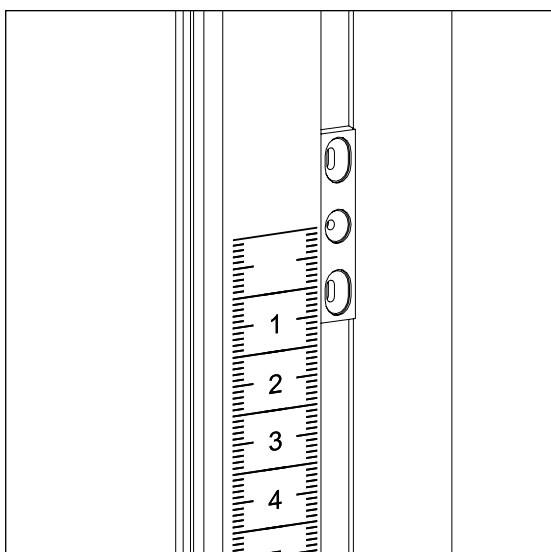
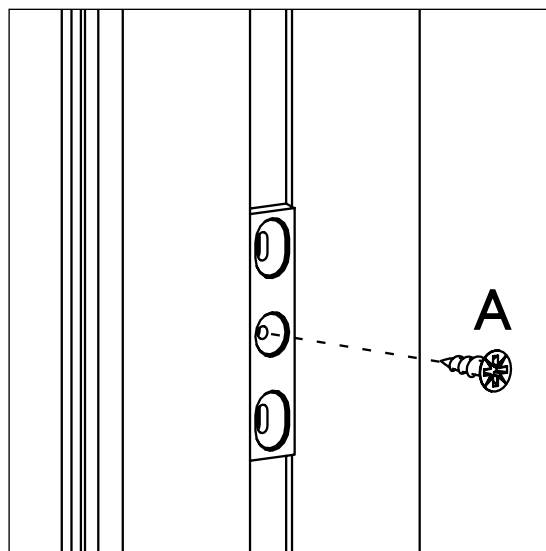

РИС. 10
РИС. 11
Установите монтажные планки SPC-03 в левом и правом основном профиле SPC-08 на необходимой высоте Рис. 10 и закрепите их саморезами (A) 3x9 в центральное отверстие Рис. 11.